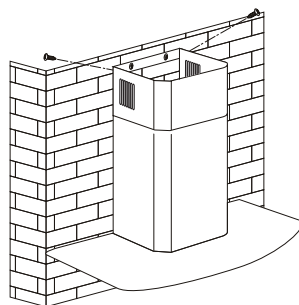

Fig. 7
- Soulevez la cheminée supérieure jusqu'au plafond et la fixer à l'étrier à l'aide des 2 vis (fig. 7).